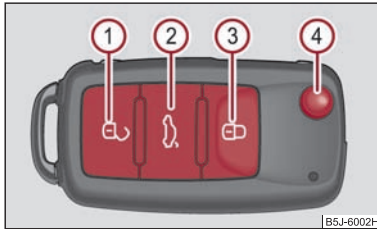

Abb. 30 Funkschlüssel
- Drücken Sie die Taste **1** ⇒ Abb. 30 etwa 1 Sekunde lang.
- Drücken Sie die Taste **2** etwa 1 Sekunde lang ⇒ Abb. 30.